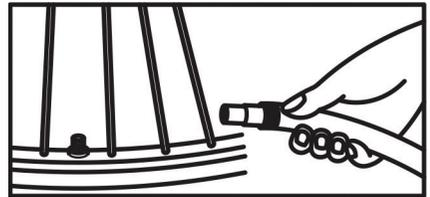

Figure 1
2. Ouvrez le loquet et placez-le solidement sur la tige de valve de pneu. Appuyez ensuite sur le loquet pour bloquer la buse à air sur la tige. Voir la figure 1.